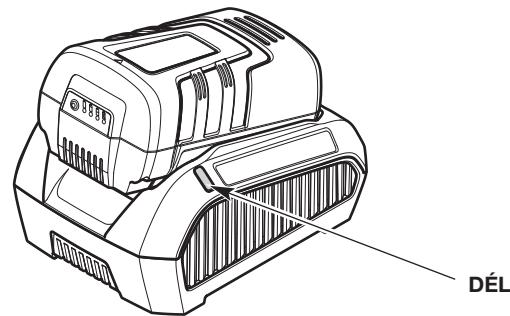

Fig. 3
1. Branchez le chargeur à une prise de courant appropriée. Le témoind DEL doit passer au rouge : (fixe) (Fig. 3). Dans le cas contraire :